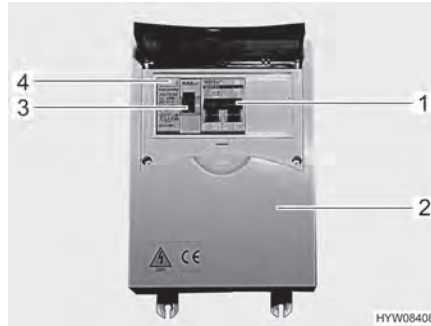

Bild 102 230 V-säkringslåda med ledningsskydds brytare och FI-brytare
- Koppla från ledningsskydds brytare (Bild 102,1) i säkringslådan (Bild 102,2).
- När fordonen är anslutet till 230 V-försörjningen, tryck på kontrollknappen (Bild 102,4) på jordfelsbrytaren (FI-brytare) (Bild 102,3) i säkringslådan (Bild 102,2). Jordfelsbrytaren måste lösa ut.
- Slå på jordfelsbrytaren (Bild 102,3) igen.
- Koppla från ledningsskydds brytaren (Bild 102,1) i säkringslådan (Bild 102,2).